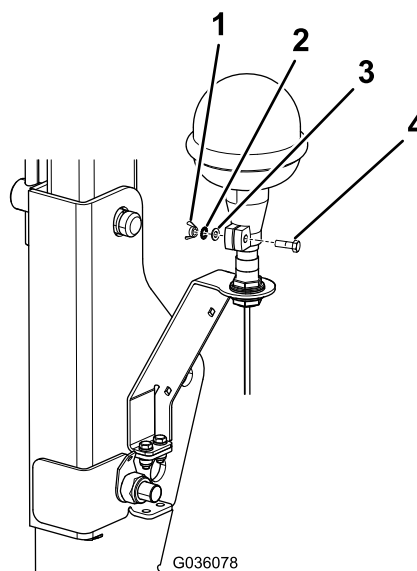

Figura 7
6. Serrate il dado ad alette sul morsetto (Figura 7).